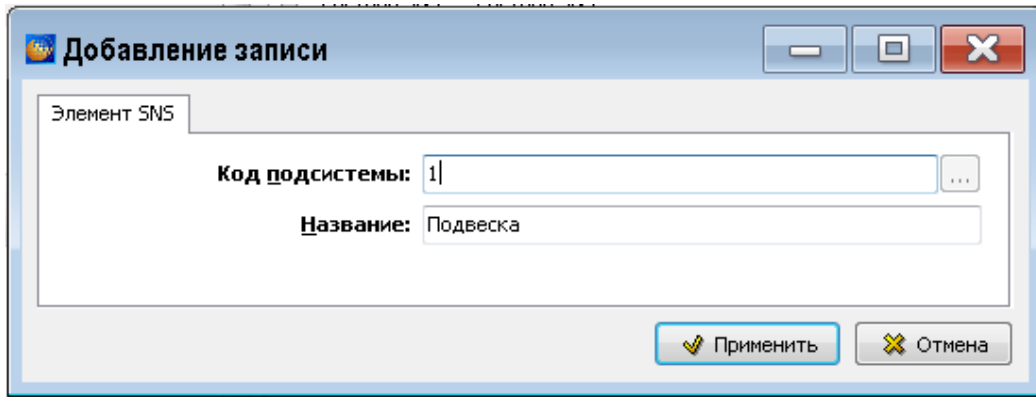

Рисунок 973
7) В окне **Добавление записи** введите код и название подсистемы (рисунок 973).